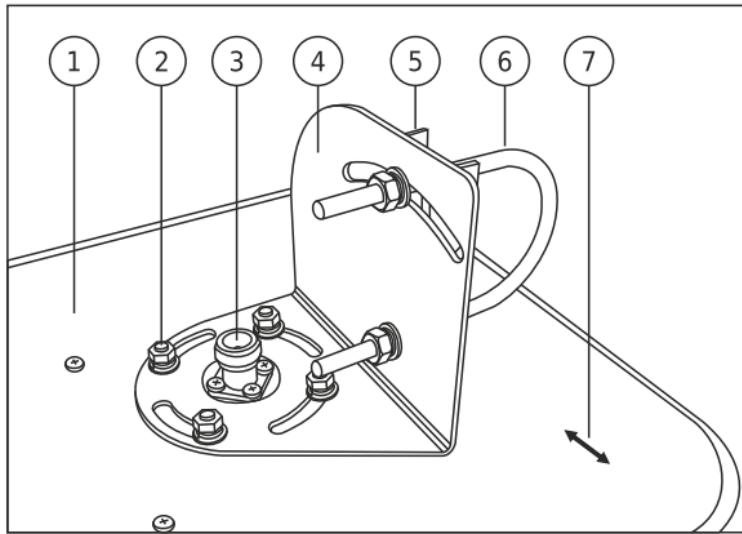

Рисунок 2. Сборка антенны «FLAT-15»
- 4.1 Закрепите Г-образную скобу (см. рис.2 позиция 4) на корпусе антенны (см. рис.2 позиция 1) с помощью входящих в комплект крепежа гаек и шайб. При этом совместите прорези в скобе и крепежные шпильки (см. рис.2 позиция 2) таким образом, чтобы метка направления поляризации (см. рис.2 позиция 7) указывала вертикальную поляризацию.
- 4.2 Установите на Г-образную скобу крепеж для монтажа на мачту или кронштейн - U-образный хомут и зубчатый элемент крепления. Закрепите их с помощью винтов, шайб, шайб-гроверов и гаек (см. рис.2 позиция 5 и 6).
- 4.4 Установите антенну на мачте или кронштейне. Подключите кабель к разъему (см. рис.2 позиция 3) Тщательно изолируйте разъем на антenne от попадания осадков с помощью ПВХ изоляционной ленты и нейтрального герметика. Затяните гайки крепления так, чтобы антenna была достаточно надежно закреплена, но при этом имелась возможность поворачивать ее относительно оси кронштейна.